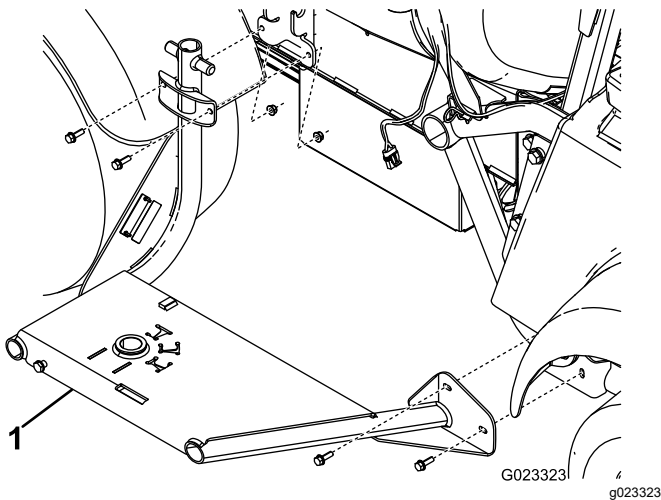

图 8
1. 如图 8 所示用 4 个螺栓 5/16 英寸和 4 个凸缘螺母 5/16 英寸将软管卷框架安装到机器侧面。